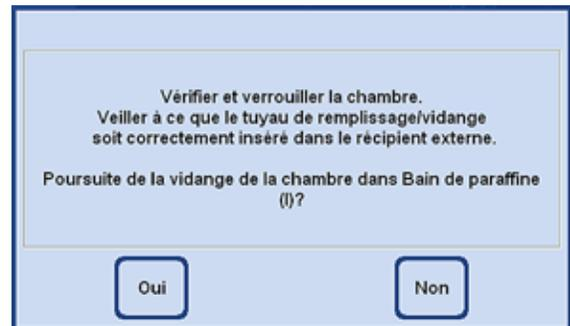

Fig. 184
- Confirmer la question de sécurité pour poursuivre (fig. 184).